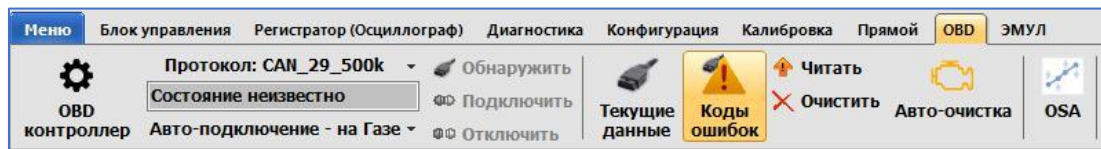

Рис. 2.124 Элементы ленты для вкладки OBD
- **Контроллер OBD** – информация о подключении к автомобильному контроллеру (Рис. 2.124).